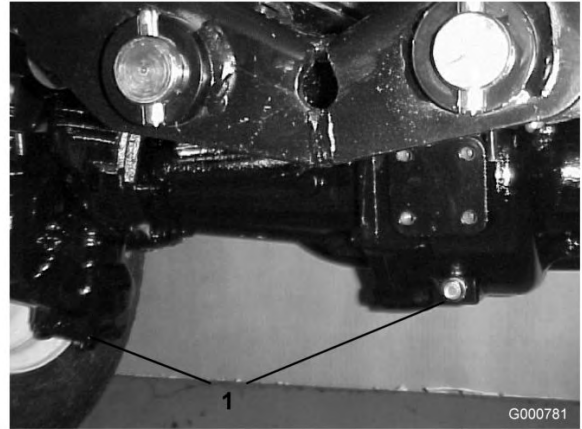

図 68
2. ドレン・プラグ (図 68 ; 左右端に1個と中央に1個、全部で3個ある) の周辺をきれいに拭く。